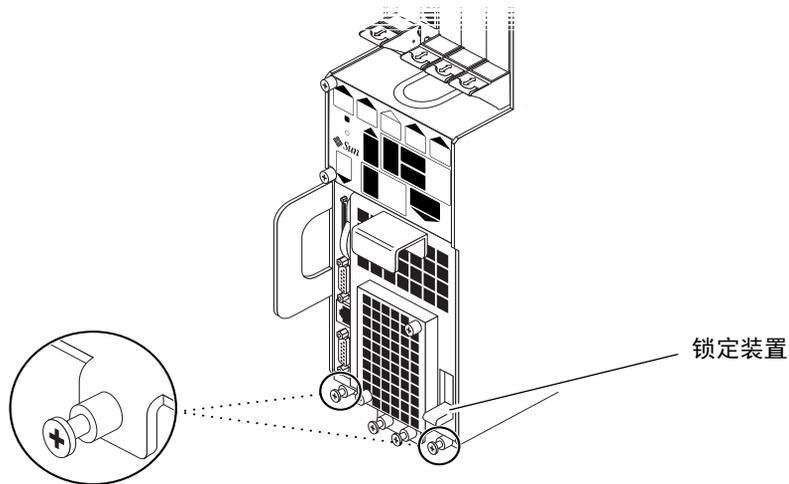

图 2-11 松开 Netra ct 400 服务器底部的螺钉
- 如果您要拆除 Netra ct 400 服务器，请松开服务器底部的两个黑色固定螺钉（图 2-11）。